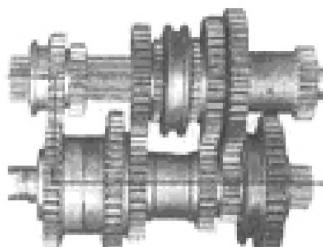

Рисунок 4-5 (g)
**Шестая передача.** Переключение повышенных и пониженных передач является прямым переключение шестерней. Линия трансмиссии на главной коробке передач совпадает со второй передачей. Смотрите рисунок 4-5 (g).